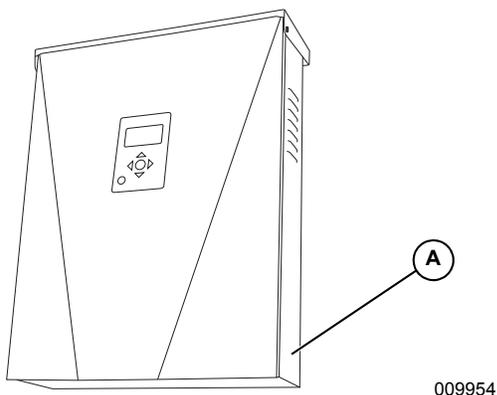

Figure 2-1. Emplacement du numéro de série
Se reporter à la **Figure 2-1** pour voir où se trouve le numéro de série de l'appareil (A). Consigner l'information de cette étiquette dans la **Table 1: Informations importantes concernant l'onduleur PWRcell Generac** à l'intérieur de la couverture de ce manuel. Il est possible que cette information doive être fournie lors d'une demande d'assistance.